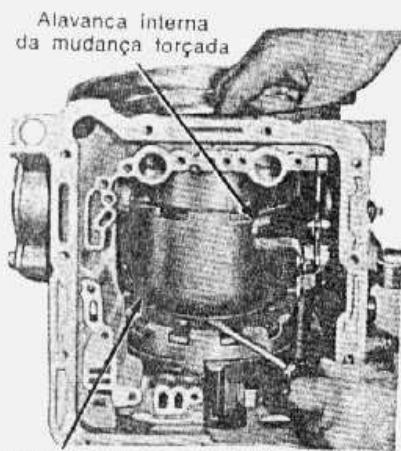
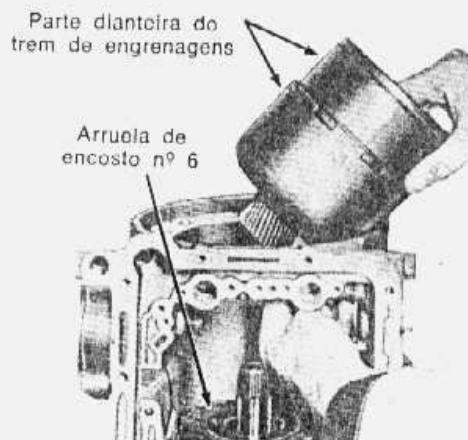

fig. 45 — remoção do tambor impulsor e trem de engrenagens
fig. 46 — remoção e instalação da parte dianteira do trem de engrenagens
12. Introduzir uma chave de fenda entre o tambor impulsor e o suporte das planetárias traseiras (fig. 45) e levantar o tambor e remover a parte dianteira do trem de engrenagens, como um conjunto (fig. 46).
- 25 Remover o tambor da cinta de marcha-a-ré e baixa (fig. 46).